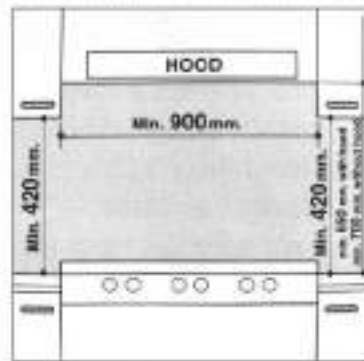

Fig.5
- c) Los armarios deben colocarse cerca de la campana a una altura de 420 mm como mínimo (Fig. 5).